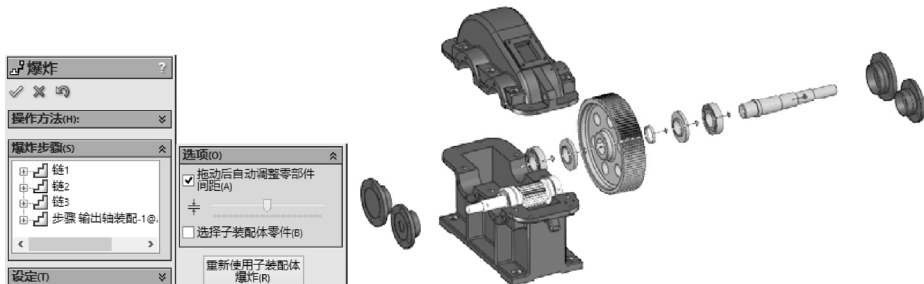

图 5-68 直接使用子装配体的爆炸视图 1
STEP 7 选择“输出轴装配”子装配，单击“爆炸”属性管理器底部的“重新使用子装配体爆炸”按钮，使用此子装配体的爆炸视图，如图 5-68 所示。